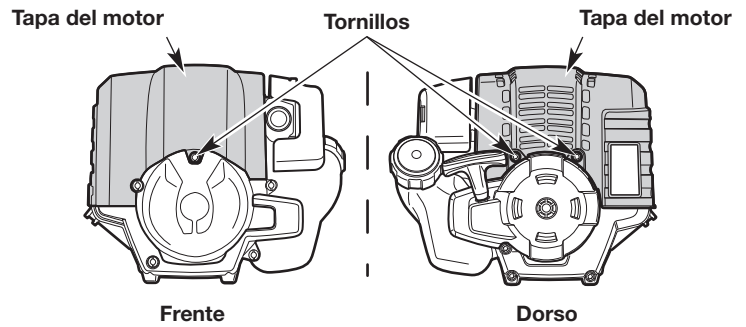

Fig. 39
2. Extraiga los tres (3) tornillos de la tapa del motor con un destornillador de cabeza plana o un destornillador T-25 Torx (Fig. 39). Extraiga la tapa del motor.